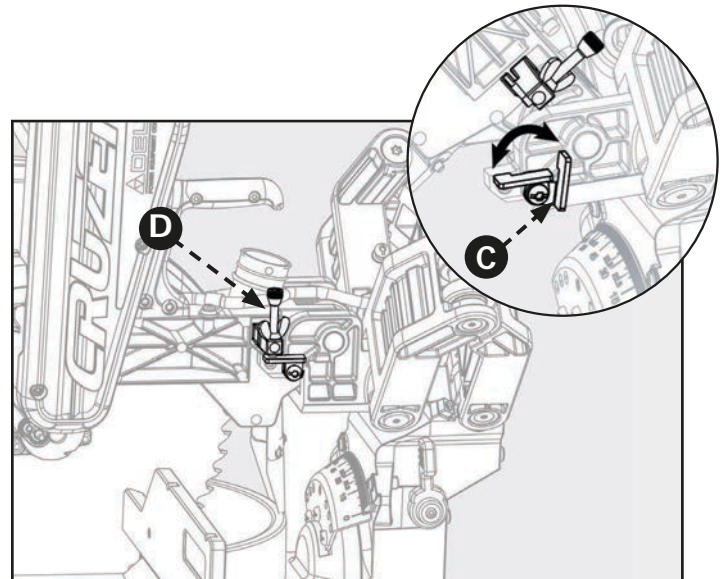

Figure 32
Consultez la figure 32 et suivez ces instructions afin de régler la butée pour une profondeur spécifique de coupe : tournez le support de la butée (C) dans le sens antihoraire vers le bas. La profondeur de la coupe peut maintenant être ajustée en tournant la vis d'ajustement de profondeur (D).
Consultez la figure 32 et suivez ces instructions afin d'effectuer une coupe complète : tournez le support de la butée (C) dans le sens horaire vers le haut.